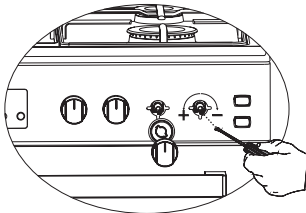

Figura 6
5. Për një kontroll përfundimtar, sillni djegësin në pozicionet e goditjes dhe të reduktuar dhe kontrolloni për flakëndezur ose fikur. Në varësi të llojit të rubinitit të gazit të përdorur në pajisjen tuaj, pozicioni i vidës rregulluese mund të ndryshojë. Për të rregulluar spinën e furrës, në llojin e gazit, bëni rregullimin për flakën e reduktuar me kujdes duke e rrotulluar me një kaçavidë të vogël siç tregohet poshtë vidës në mes të cekëtit të gazit, si dhe ndryshimet e grykës. (figura 6 dhe 7)